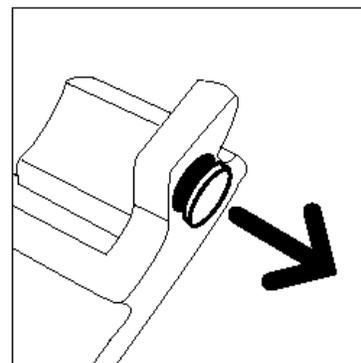

Figura 22: Extracción del tapón
- 5** Quite el tapón dorado de la parte delantera del contenedor de residuos del revelador lleno, tal y como ilustra la Figura 22.